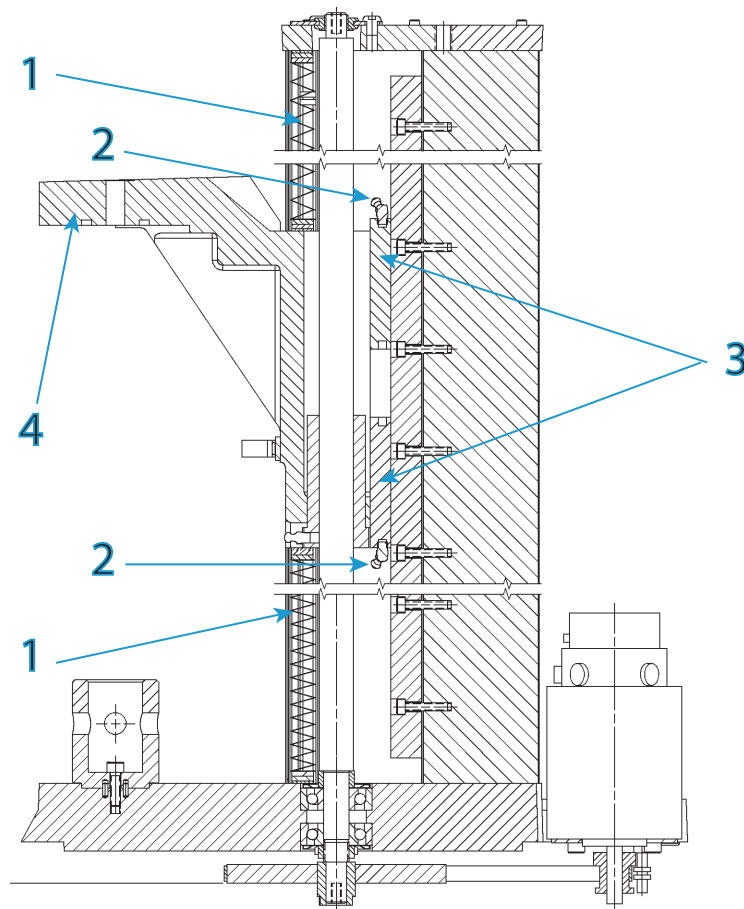

图 23. 线型导轨托架润滑
图标 图 23
1. 确保电源开关位于关闭 (0) 位置，并断开电源电缆与电源的连接。验证指示灯面板上没有 LED 指示灯亮起。
6. 从横梁上分离滚珠丝杆保护帘，并使其滑动离开横梁。请参见第 107 页图 23 来定位每个托架上的润滑嘴。